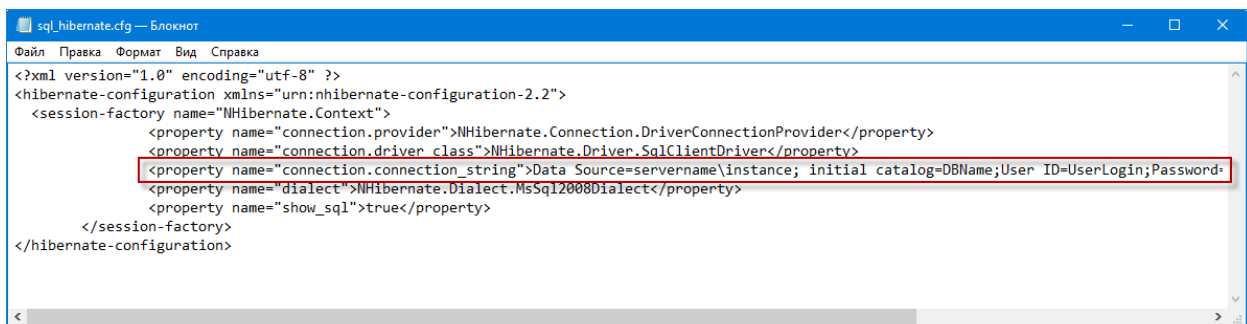

Рисунок 21 – Редактирование файла sql_hibernate.cfg.xml
6.3. Нужно найти в файле hibernate.cfg.xml строку (рис. 21):